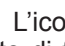

Figura 6.7 - Etichette attestanti il nuovo stato di regolazione della caldaia
- 27.- applicare nel mantello frontale della caldaia, al posto dell'etichetta che identificava il vecchio stato di regolazione, la targhetta autoadesiva (vedi figura 6.7), attestante il nuovo stato di regolazione della caldaia, nel seguente modo: applicare l'etichetta "B" se la caldaia è stata convertita da metano a GPL; applicare l'etichetta "A" se la caldaia è stata convertita da GPL a metano.